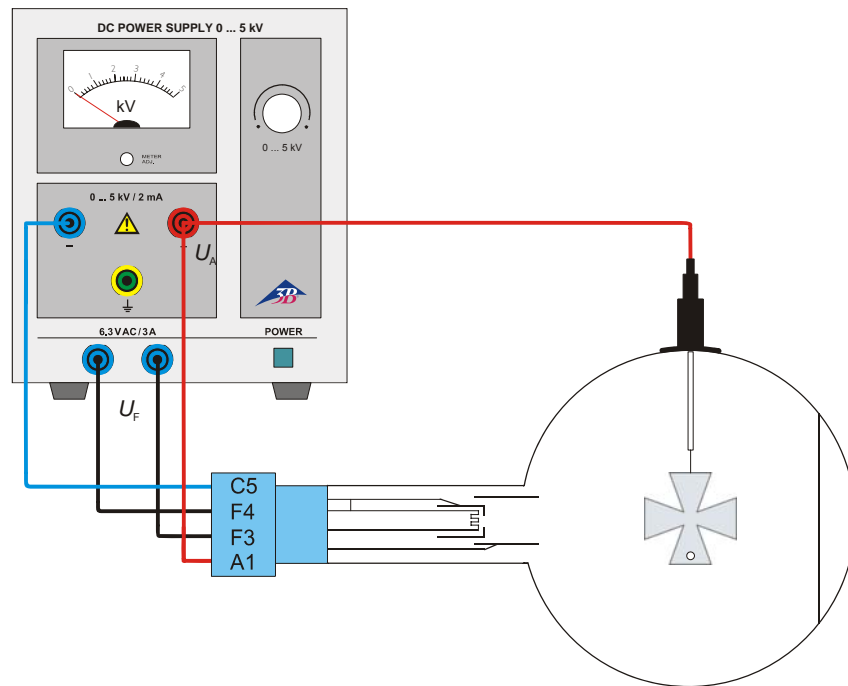

Fig. 1 Geradlinige Ausbreitung von Elektronenstrahlen
- Schaltung gemäß Fig. 1 vornehmen.